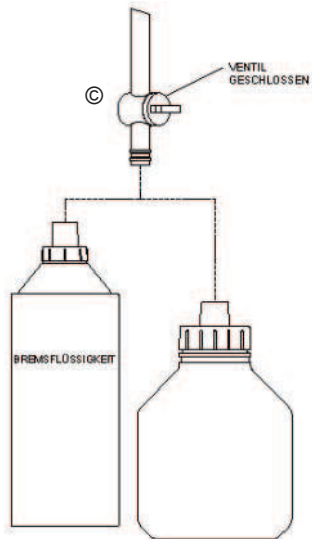

Abbildung 4
7. Die Ventilbaugruppe von der Auffüllvorrichtung nehmen und in den Deckel der vorgefüllten Behälterflasche oder in die Adapterkappe einführen, die auf einer Bremsflüssigkeitsflasche angebracht wurde (Abbildung 4).